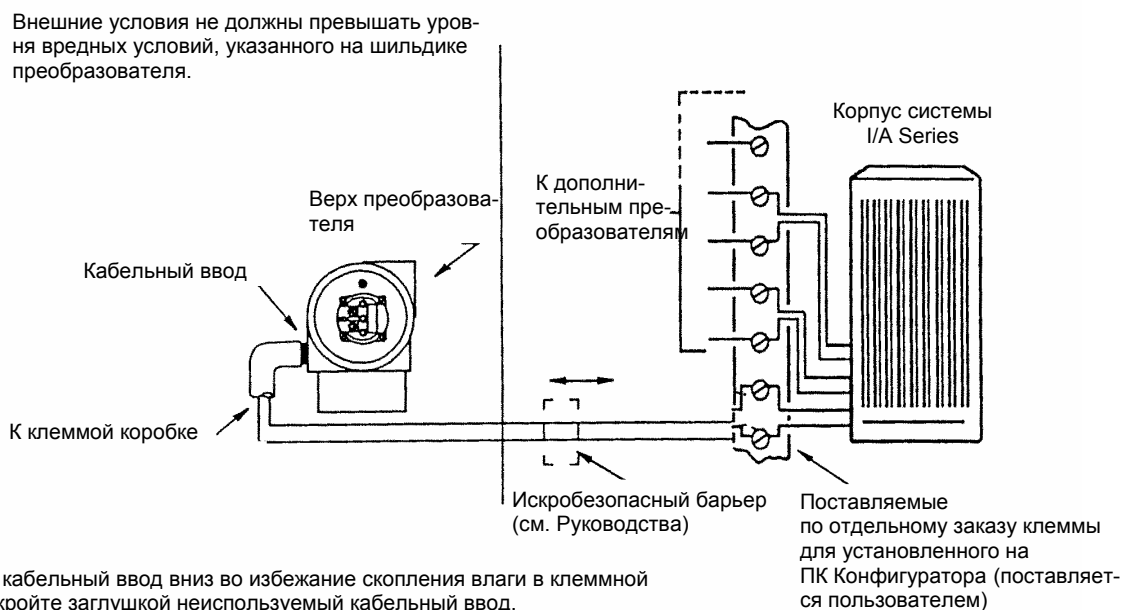

Рис. 12. Типовая схема подключения преобразователя к системе I/A Series
2. Пропустите сигнальные провода (типовые 0,5 мм² или 20 AWG) через один из кабельных вводов преобразователя, как показано на Рис. 12. Для защиты цифрового выходного сигнала и/или удаленных систем связи от электрического шума используйте витую пару. В некоторых местах могут понадобиться экранированные кабели.
2. Пропустите сигнальные провода (обычно 0,5 мм²) через один из кабельных вводов преобразователя, как показано на Рис. 12. Для защиты цифрового выходного сигнала и/или удаленных систем связи от электрического шума используйте витую пару. Максимальная рекомендуемая длина для сигнальных проводов – 1800 м.